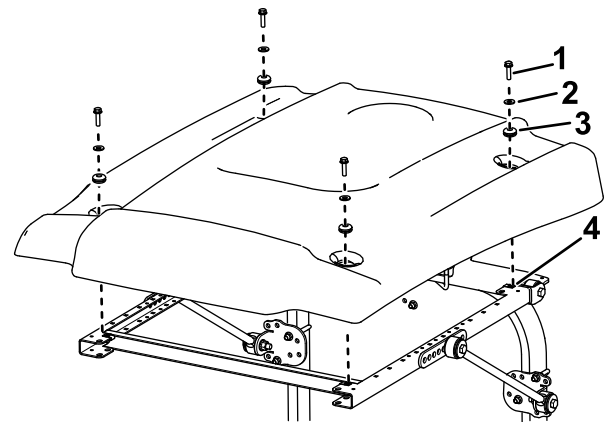

Figura 28
15. Durante l'allineamento dei fori di montaggio, posizionate il parasole sul telaio come mostrato in Figura 28.
16. Montate, senza serrarlo, ciascun angolo del parasole sul telaio con un bullone a testa flangiata (5/16" x 1") con una rondella piccola e un gommino (Figura 28).